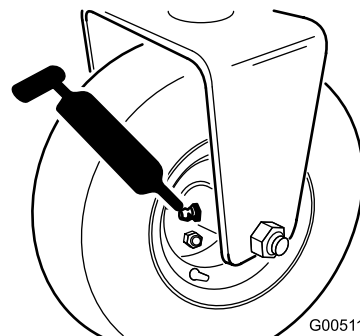

Figura 35
- Mozzo del rullo posteriore o, se è montato un kit di trazione a 3 ruote, frizioni del rullo posteriore e cuscinetto a sfera esterno (1) (Figura 35)